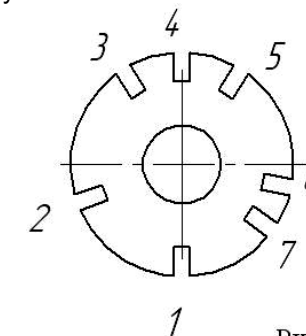

Рисунок 1 - Позиции диска фиксатора
7.5.2. Выставьте ёмкость бетоносмесителя на выбранный угол (поз. 2, 6, 7 диска фиксатора, рисунок 1).
7.5.5. После перемешивания в течение 5-7 мин выгрузите смесь в поддон путём опрокидывания ёмкости (поз. 3, 4, 5 диска фиксатора, рисунок 1).